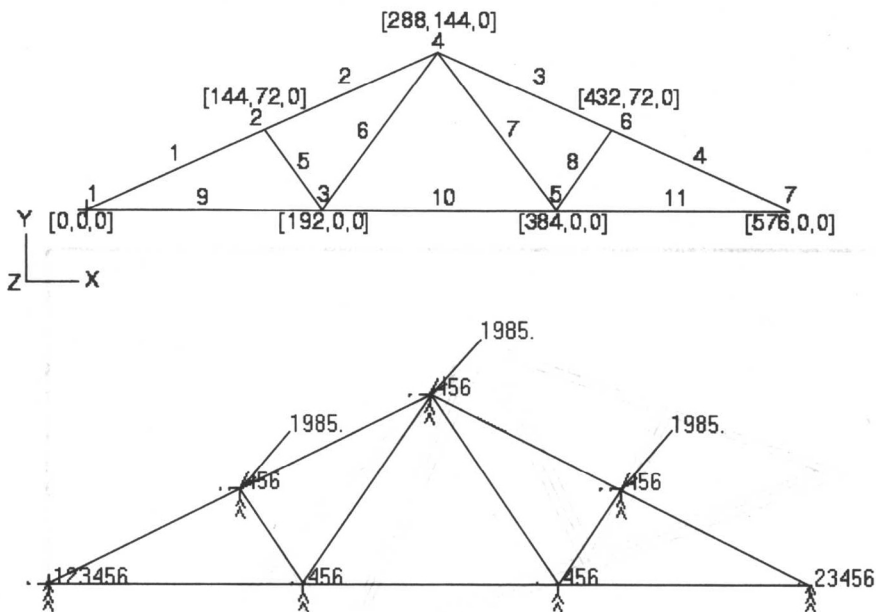

图 1-1 有限元模型及载荷工况
- (1) 模型为铰接桁架。
- (2) 左端固定约束，右端滚轮约束。
- (3) 作为平面结构处理，采用一维桁架单元。
- (4) 材料参数：
- (5) 在 2 点、4 点和 6 点施加集中载荷，如图 1-1 所示。